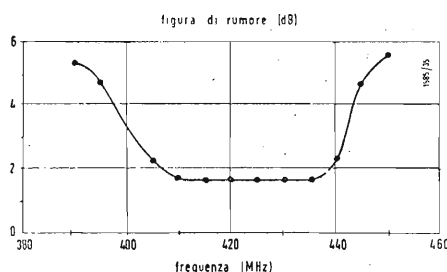
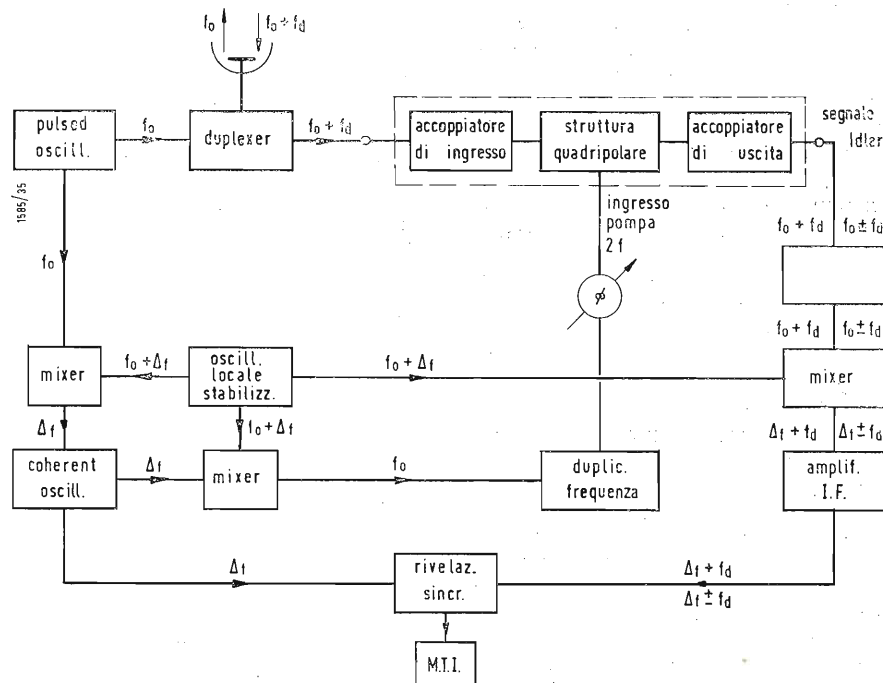
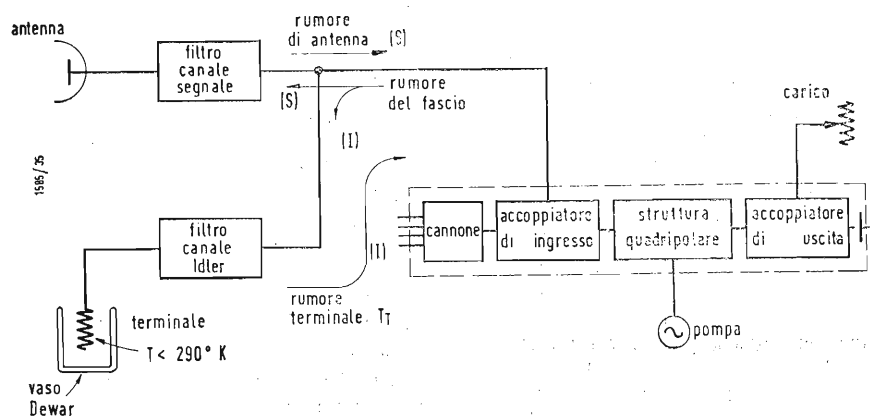

Fig. 17 - Figura di rumore per un funzionamento nella banda 400 ÷ 440 MHz.
Fig. 18 - Diagramma a blocchi per ottenere il pompaggio sincrono di un amplificatore per un radar M.T.I.
Fig. 20 - Altra disposizione con filtro per frequenza idler.
La figura di rumore per un funzionamento nella banda 400 ÷ 440 MHz è visibile in fig. 17. La frequenza idler è fonte di rumore. Dal punto di vista di riduzione del rumore, è conveniente scegliere la frequenza di pompaggio in modo tale che la frequenza di idler cada entro la banda passante degli accoppiatori.
La figura di rumore di fig. 17 è riferita a questo caso, cioè al caso in cui il segnale desiderato è ricevuto su ambedue i canali: utile e spurio (idler). Questo si verifica quando si ricevono segnali provenienti dallo spazio (radioastronomia), in cui il segnale ha essenzialmente l'aspetto di un rumore, ed ambedue i canali contribuiscono alla ricezione.
La figura di rumore è ancora quella di fig. 17. La disposizione schematica è quella di fig. 18.
d) Quando il segnale e la frequenza di idler sono distanziati da parecchi MHz, si può inserire un filtro che elimini la frequenza di idler e lasci passare il segnale. L'accoppiatore estrae il rumore dal raggio. Occorre predisporre un carico ben adattato in modo che il rumore di idler estratto non rimanga riflesso di nuovo nel raggio. Occorre perciò inserire un nuovo filtro per ottenere l'adattamento cercato, come si vede in fig. 20. Il carico per il canale di idler è costituito da una resistenza di basso valore; tale resistenza deve essere mantenuta a temperatura più bassa possibile. La figura di rumore per questo sistema di ricezione a canale singolo (il canale idler cade fuori) risulta peggiorata rispetto a quella di fig. 17. Tale andamento è funzione della temperatura di rumore
questo rumore di 78 °K verrebbe ad essere sostituito con i rumori provenienti dalla sorgente del segnale a temperatura  $\Theta$  che risultano molto maggiori. Viene inserito un filtro che impedisce questo scambio alla frequenza idler e la temperatura di rumore rimane a 78 °C. Con questa disposizione si dovrebbe avere un peggioramento della figura di rumore di 1 dB rispetto a quella di fig. 17; in pratica per varie cause si hanno dei valori peggiori. Senza filtro di arresto e con l'accoppiatore «pre-clearing» a temperatura ambiente si hanno, in condizioni di larga